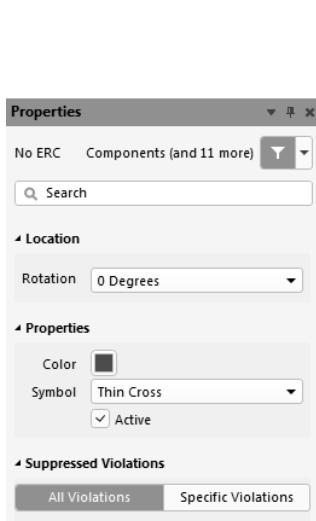

图 5-51 No ERC 检查点属性设置
(2) 移动鼠标光标到元件管脚上单击鼠标左键，完成一个 No ERC 检查点的放置，需要放置多个可以继续移动鼠标光标并单击鼠标左键放置，单击鼠标右键或者按“Esc”键可以退出放置状态。
(3) 在放置状态下按“Tab”键，或者放置完成之后双击 No ERC 检查点，即可设置它的属性，如图 5-51 所示。